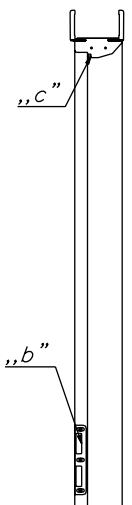
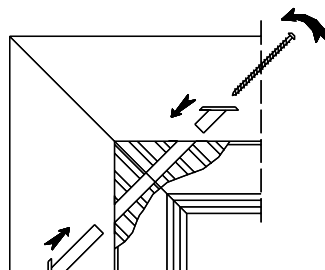

Fig. 3
Fig. 4
1. Montați tocul de ușă pe o suprafață netedă orizontală, colțurile se fixează cu ajutorul celor două racorduri de plastic („d”) (în fiecare col) (vezi fig. 3), apoi montați cornierele cu ajutorul racordului excentric „f” (vezi fig. 4), silicați tălpile ramelor verticale ale tocului.